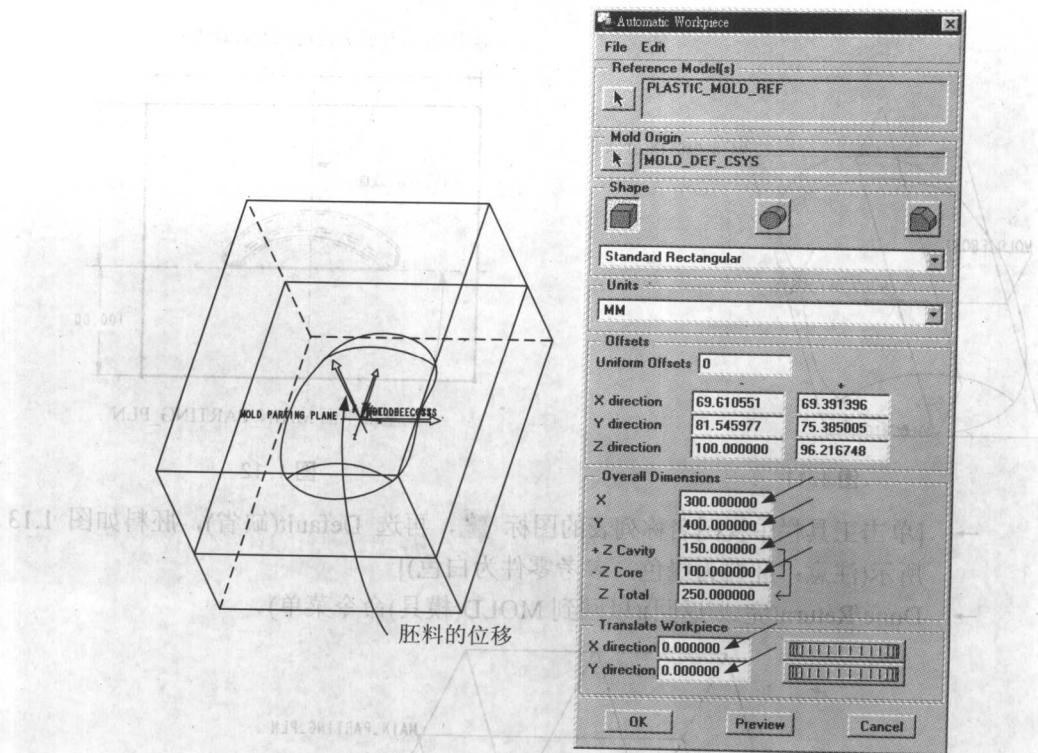

图 1.14
- [在 Automatic Workpiece(自动操作的工件)对话框中输入 X、Y、+Z 及-Z 的整体尺寸(Overall Dimensions) 及胚料的位移量(Translate Workpiece), 如图 1.14 所示 → OK(确定)]